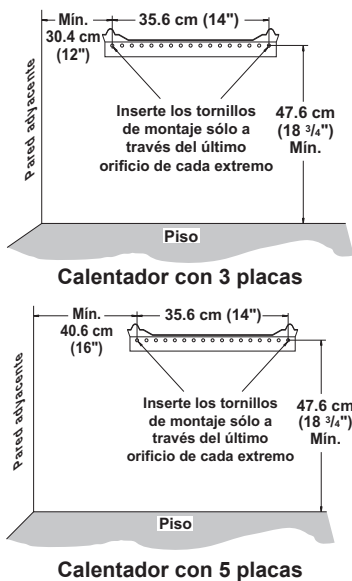

Figura 8 - Distancias mínimas del soporte de montaje
⚠ ADVERTENCIA: mantenga las distancias mínimas que se muestran en la figura 8. Si puede, proporcione distancias mínimas mayores con respecto al piso y la pared de unión.
2. Marque la ubicación de los tornillos en la pared (consulte la figura 8).